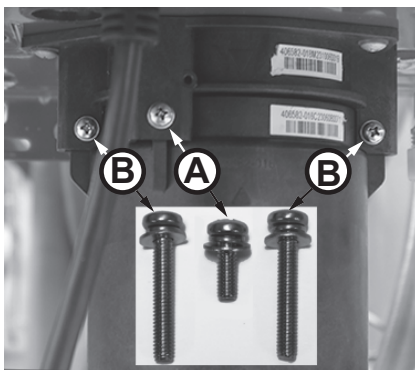

Figura 172 - Identifique los tornillos del cartucho
- 6 Ubique los tres (3) tornillos que fijan el cartucho X3®/de derivación como se muestra en la Figura 172. Retire el tornillo M4-12 mm (A) y los dos tornillos M4-25 mm (B) del cartucho. Deje los tornillos a un lado en un lugar seguro para volver a instalarlos.